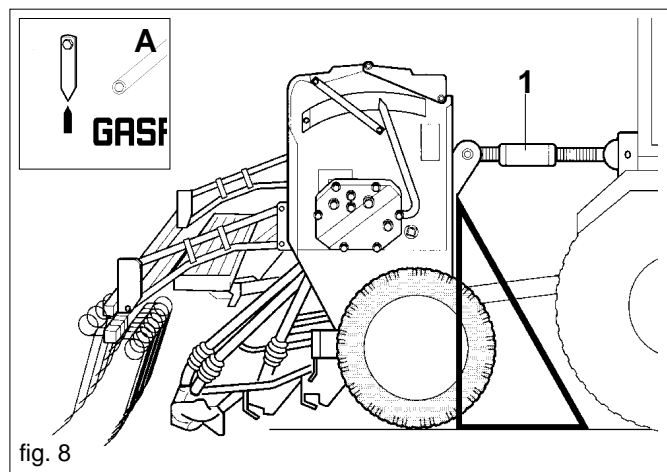

fig. 8
- 1) Relier la machine à l'attelage en trois points du tracteur et les chevilles aux goupilles spéciales; positionner la machine perpendiculairement au sol par l'entretoise de réglage (1 Fig. 7-8) universel de tres puntos (Fig 8). Contrôler la position correcte (verticale) de l'indicateur sur le côté gauche (A Fig. 8) et utiliser éventuellement un troisième point.